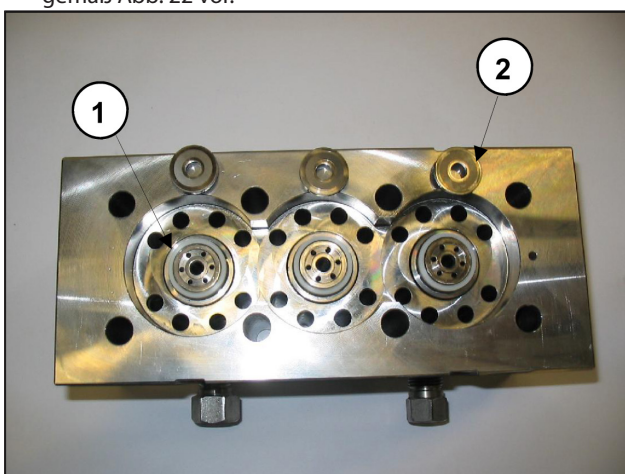

Abb. 23
Achten Sie beim Ausbau der Buchsen darauf, nicht die Ventilsitze ① und die Flachventile ② wie in Abb. 23 gezeigt zu verlieren, da diese nur bündig eingesetzt sind und dadurch herausfallen können.